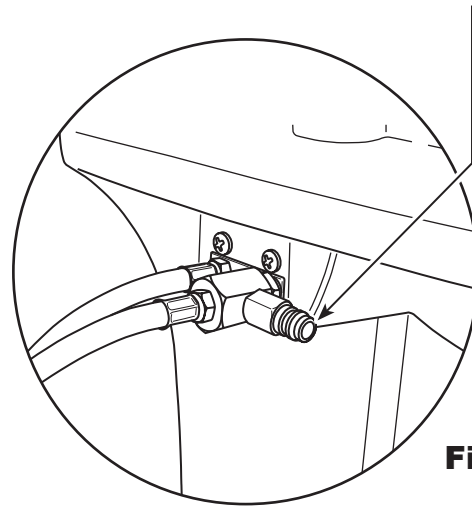

Figura 20
1. Con la máquina aún conectada al vehículo y los acopladores abiertos, conecte el acoplador del lado bajo (azul) de la Robinair 25700 al puerto de recuperación de contaminante en la parte posterior de la máquina. Consulte la Figura 20. Abra las válvulas del acoplador.